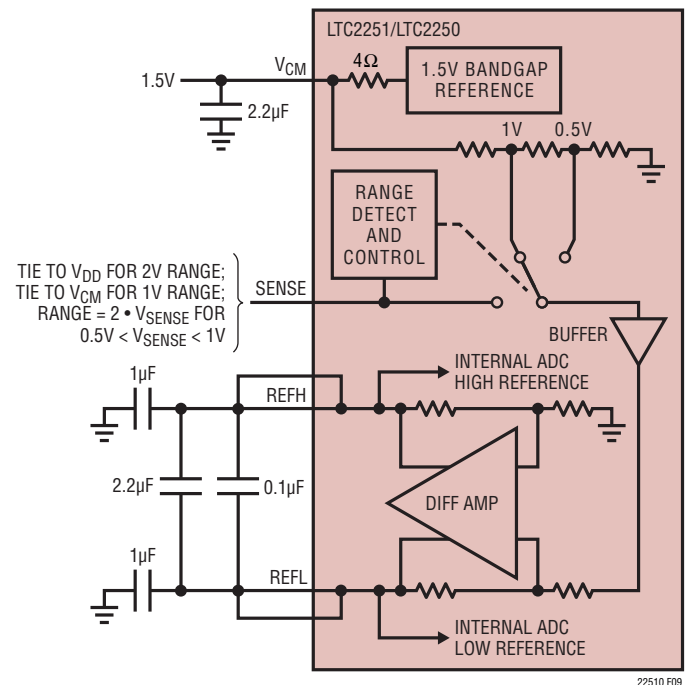

図9. 等価リファレンス回路
1.5Vのバンドギャップ・リファレンス、差動アンプ、およびスイッチングと制御の回路で構成されるLTC2251/LTC2250のリファレンス回路を図9に示します。内部電圧リファレンスはピンで選択可能な2V (差動±1V) または1V (差動±0.5V) の2つの入力レンジに設定することができます。SENSEピンをV_{DD}に接続すると2Vの範囲が選択され、SENSEピンをV_{CM}に接続すると1Vの範囲が選択されます。
差動アンプはADCの“H”リファレンスと“L”リファレンスを生成します。高速スイッチング回路がこれらの出力に接続されているので、これらの出力は外部でバイパスする必要があります。各出力には2つのピンがあります。パッケージのインダクタンスを減らすために複数の出力ピンを必要とします。バイパス・コンデンサは図9に示すように接続する必要があります。